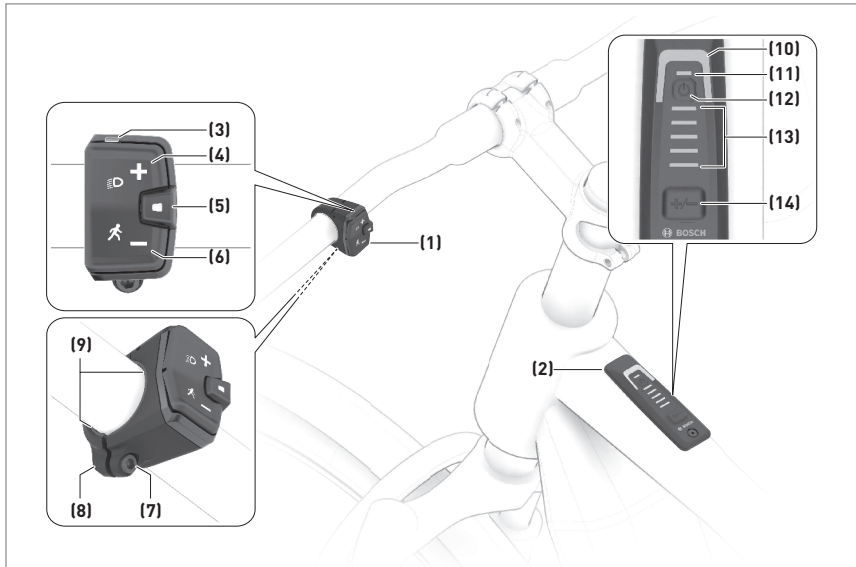

Figure 4 - Caractéristiques de la commande du système et de la mini-commande
Pour allumer et éteindre le système, appuyez fermement sur le bouton Marche situé sur le dessus de la commande du système placé sur le tube supérieur (figure 4, n° 12).
Pour les moteurs dont la vitesse maximale est supérieure à 20 mi/h, le système du vélo électrique démarre toujours avec le mode d'assistance éteint (OFF). Vous saurez que le mode n'est pas activé car le voyant lumineux du mode d'assistance est éteint, ou non allumé (figure 4, n° 10). Ce vélo électrique Bosch possède quatre modes d'assistance afin d'optimiser l'utilisation prévue du vélo. Bosch offre de nombreux modes d'assistance au pédalage et Salsa a choisi les quatre que nous avons trouvés les plus utiles pour ce vélo. L'affichage lumineux du mode d'assistance se décline comme suit selon le niveau d'assistance :
- Pour régler le mode d'assistance à l'aide de la commande du système sur le tube supérieur, appuyez sur le bouton « Mode » (figure 4, n° 14) pour faire défiler les modes d'assistance en ordre croissant d'assistance.
- Pour régler le mode d'assistance à l'aide de la mini-commande déportée, appuyez sur les boutons « Augmenter le niveau d'assistance » (Increase Assist Level) ou « Diminuer le niveau d'assistance » (Decrease Assist Level) (figure 4, n°s 4 et 6).
Ce mode vous fournit une assistance électrique qui vous aide à pousser le vélo lorsque vous marchez à côté de ce dernier. Pour lancer le mode d'assistance à la marche, appuyez sur le bouton de mode d'assistance à la marche pendant plus d'une seconde et maintenez-le enfoncé (figure 4, n° 6). L'indicateur de charge de la batterie s'éteindra et une ligne blanche bougeant dans la direction où vous allez indiquera que l'assistance à la marche est prête (figure 4, n° 13). Pour activer l'assistance à la marche, il vous faut faire une des actions suivantes dans les 10 secondes qui suivent :